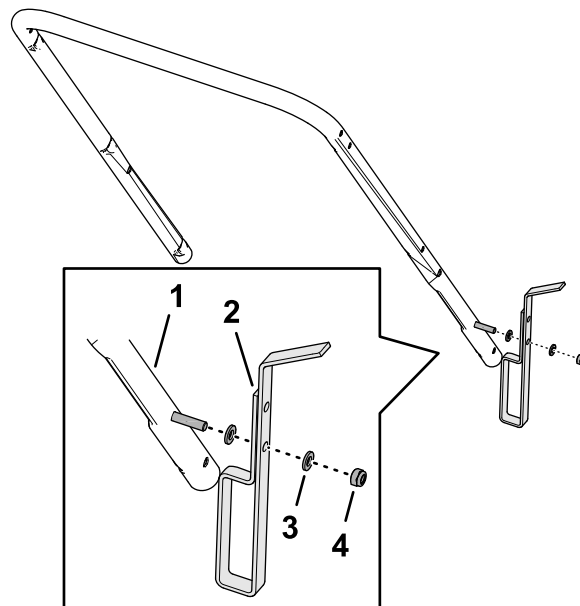

Figura 4
2. Alinee el taladro en la placa de ajuste con el perno en el manillar inferior (Figura 4).